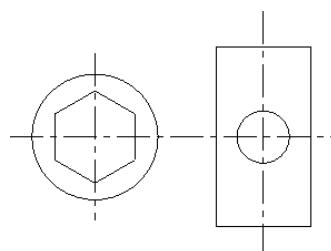

图 3-58 打开示例文件
- 01 在“文件”工具栏中单击“打开文件”按钮 O ，打开光盘“第 03 章\3.3.4 与直线垂直并与圆弧相切.MCX-7”中的文件如图 3-58 所示。